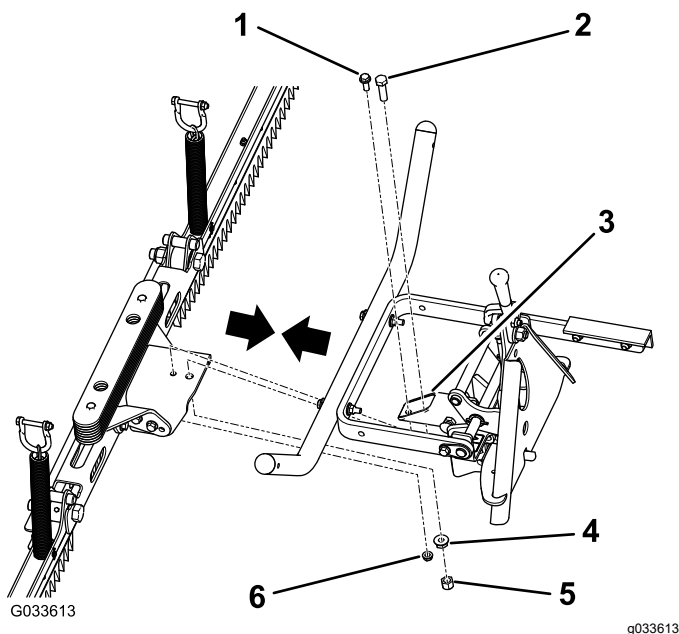

Figura 8
1. Alinhe os dois orifícios no suporte no centro do conjunto do ancinho com os dois orifícios no tubo de engate (Figura 8).